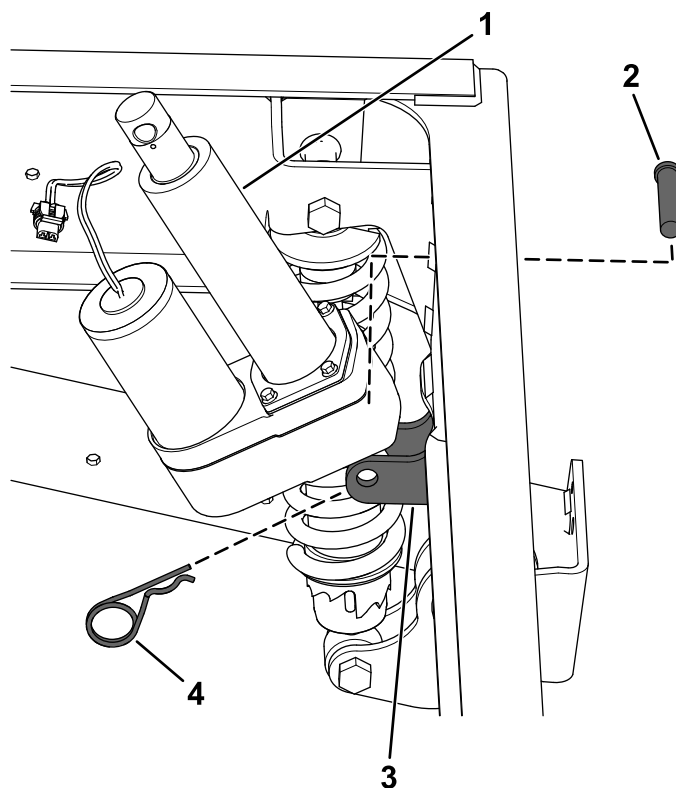

Figura 10
1. Alinhe o orifício no ponto de montagem inferior para o atuador de elevação com os orifícios nos suportes de montagem do chassis (**Figura 10**).
2. Prenda o atuador de elevação aos suportes de montagem do chassis com o passador de forquilha (2¼ pol.) e a chaveta (**Figura 10**).